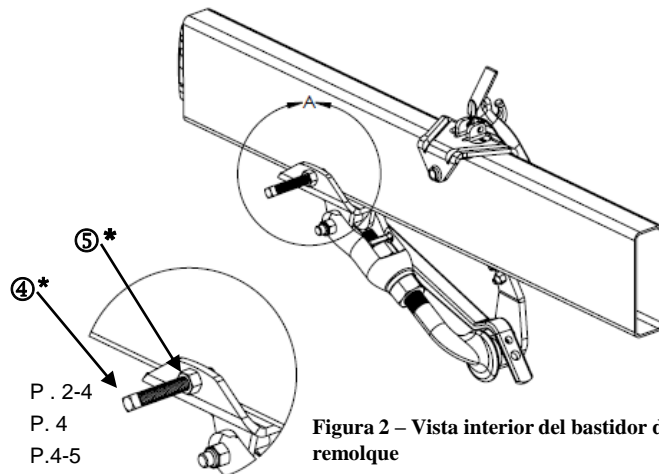

Figura 2 – Vista interior del bastidor del remolque
6. Coloque el gancho de cadena temporalmente en la dimensión que se muestra como punto inicial. (En el momento de la instalación, la posición del gancho se debe ajustar para verificar que la cadena esté vertical antes de remolcar). Apriete el perno del gancho de cadena como se muestra en la figura 2 contra el bastidor.